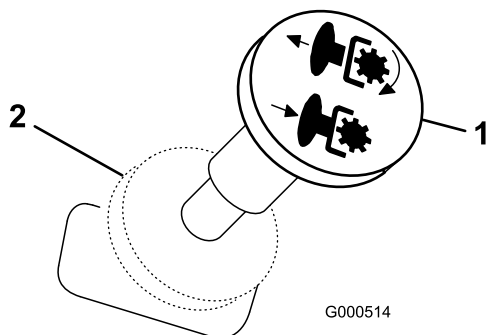

Figure 11
3. Tirez sur la commande des lames pour engager les lames (Figure 11).
Poussez la commande des lames en position Désengagée pour désengager les lames (Figure 11).